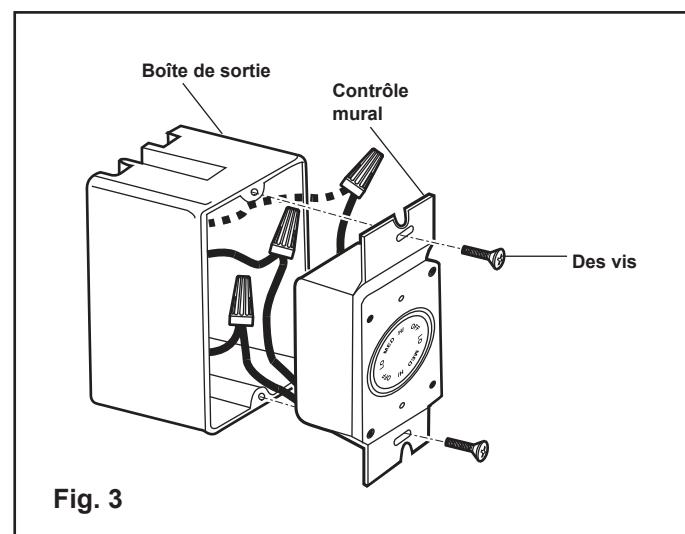

Fig. 3
3. Fixez la commande à la boîte de sortie (murale) et fixez-la avec 2 vis de boîte de sortie (Figure 3).